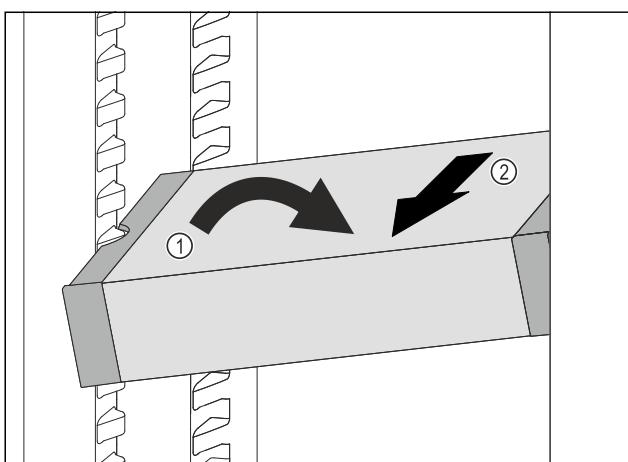

Fig. 139
- Наклонете VarioSafe в хладилната част. Fig. 139 (1)
- Извадете VarioSafe напред. Fig. 139 (2)